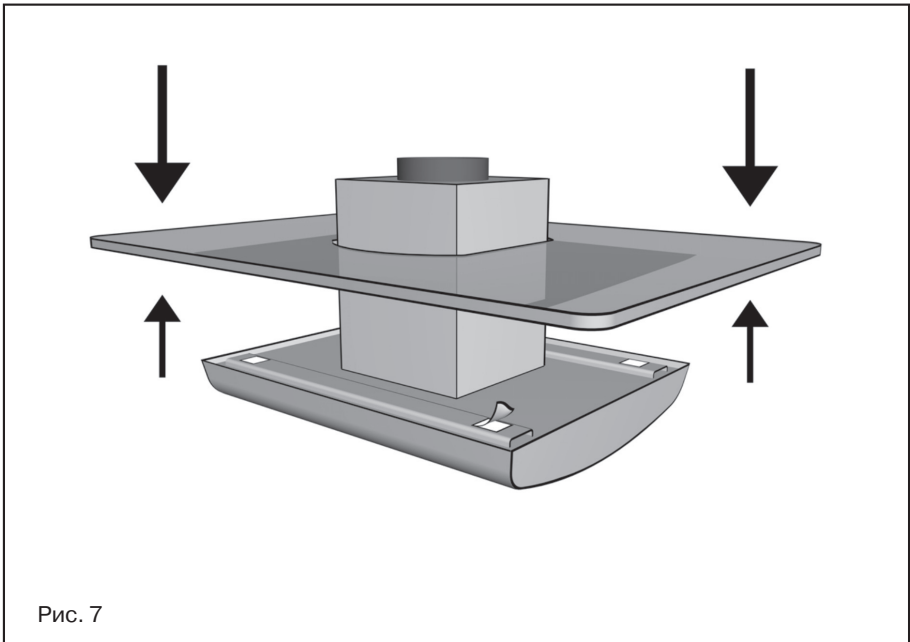

Рис. 7
8. Только для мод. DIE 975 A: положите стеклянный экран на вытяжку (рис. 7).
13. Только для мод. DIE 975 A: приподнимите стеклянный экран и снимите защитную фольгу на клейкой ленте. Опустите стеклянный экран и нажмите на него (рис. 7).